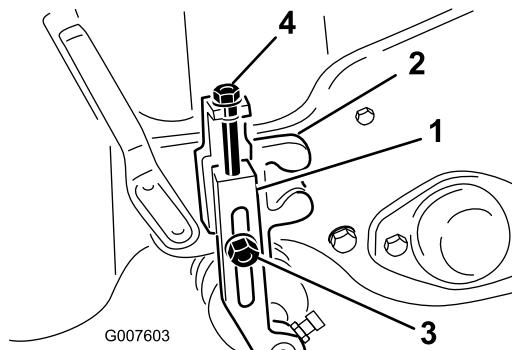

Figura 41
2. Afloje las contratuerzas que sujetan los brazos de ajuste de la altura de corte a los soportes de ajuste (Figura 41).